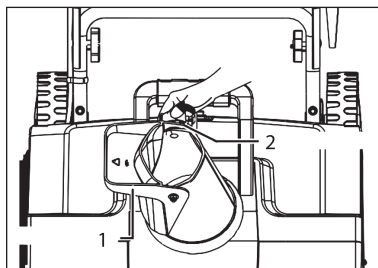

Рис. 5
5. Совместите отверстия дефлектора (1) с отверстиями на выпускном желобе. Установите винты с полу-круглой головкой (2) и закрепите гайкой с двух сторон (рис. 5).